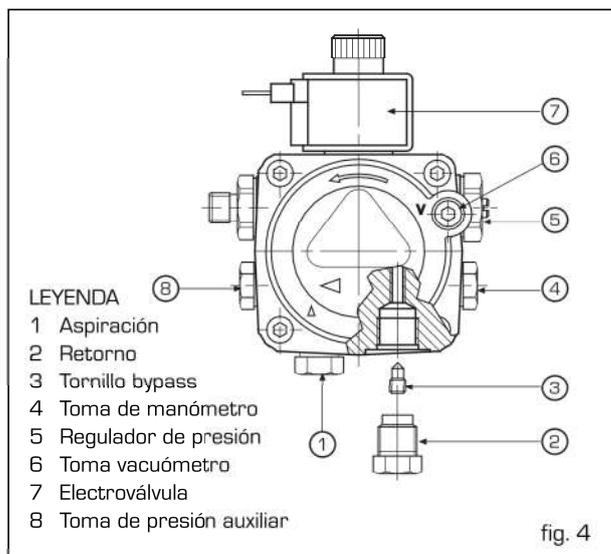

fig. 4
- La bomba está prevista para funcionar en bitubo. Para el funcionamiento monotubo, se debe desenroscar el tapón de retorno (2), quitar el tornillo de bypass (3) y seguidamente volver a enroscar el tapón (2), (ver fig. 4).
En la instalación de la fig. nº 5, se debe aflojar el racord del vacuómetro (6 fig. 4) hasta que salga el combustible.